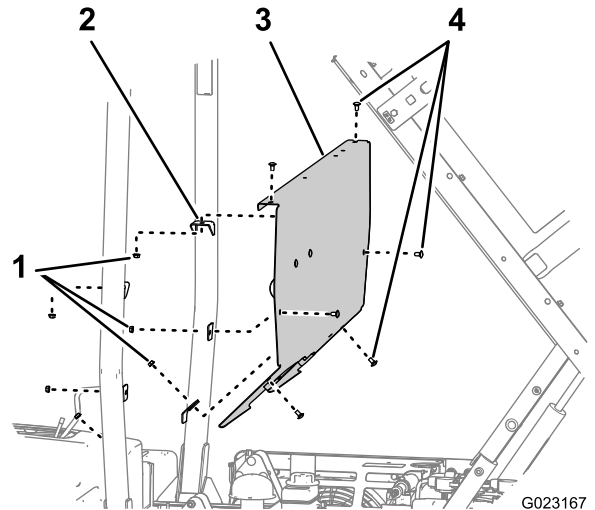

Figura 12
1. Retire los 6 pernos de cuello cuadrado y las 6 tuercas que sujetan el panel antivuelco a los soportes de montaje de la barra del ROPS (Figura 12).
2. Retire el panel del ROPS (Figura 12)